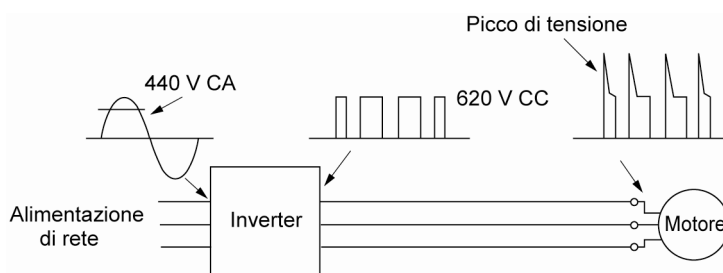

Figura C.1 Forme d'onda della tensione delle singole parti
Tuttavia, data la presenza di induttanza (L) e capacità parassita (C) nel cablaggio tra l'inverter e il motore, la variazione di tensione dovuta alla commutazione dei componenti dell'inverter provoca una sovratensione dovuta alla risonanza LC, con conseguente aggiunta di alta tensione sui morsetti del motore (vedere la figura C.1)